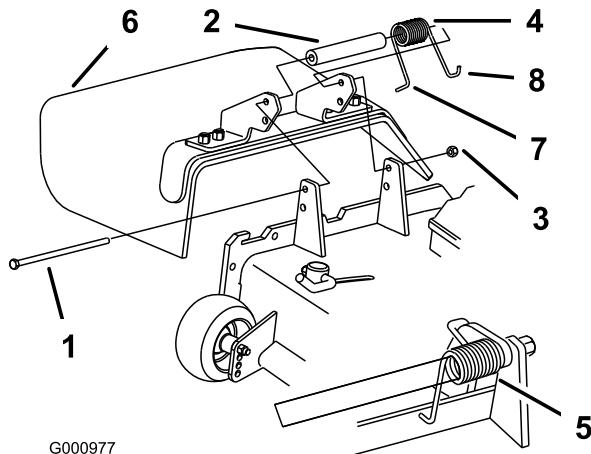

Figura 2
- Coloque a anilha e a mola entre os suportes do deflector de relva (Figura 2). Coloque a extremidade esquerda em gancho J da mola por trás da extremidade da plataforma.
da plataforma antes de colocar o parafuso (como se mostra em Figura 2).
- Coloque o parafuso e a porca. Coloque a extremidade direita em gancho J da mola à volta do deflector de relva (Figura 2).